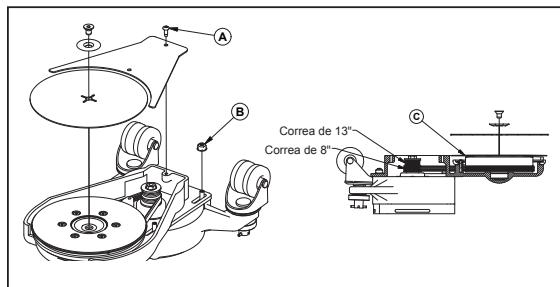

Imagen 4
- Con un destornillador Phillips, retire los dos tornillos «A» que fijan la protección de la correa. Retire la protección de la correa. (Imagen 4)
- Con un cabezal de 7/16", quite las cuatro tuercas «B» que aseguran el cabezal. (Imagen 4)
- Coloque el cabezal en la máquina, asegurándose de que la correa esté colocada alrededor de la polea del motor. Coloque la correa en las ranuras más bajas (las más cercanas al motor) para la extensión de 8". Coloque la correa en las ranuras más altas (las más alejadas del motor) para la extensión de 13". (Imagen 4)